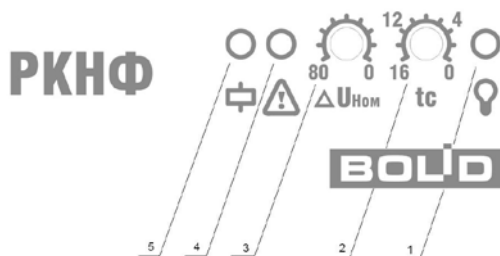

Рисунок 4. Лицевая панель РКНФ
- Максимально допустимое отклонение напряжения выставляется потенциометром 2 (см. рис. 4). $\Delta U_{\text{НОМ}}$ определяет одновременно верхний и нижний пороги срабатывания. Таким образом, входное напряжение будет считаться допустимым в диапазоне от $(220 - \Delta U_{\text{НОМ}})$ В до $(220 + \Delta U_{\text{НОМ}})$ В. $\Delta U_{\text{НОМ}}$ может принимать значения от 0 В (крайнее левое положение потенциометра) до 80 В (крайнее правое положение потенциометра).
- Время интегрирования неисправности (время задержки срабатывания) выставляется регулятором 3 (см. рис. 4). t_c определяет время накопления неисправности (восстановления) и может принимать значения от 0 с (крайнее левое положение потенциометра) до 16 с (крайнее правое положение потенциометра).